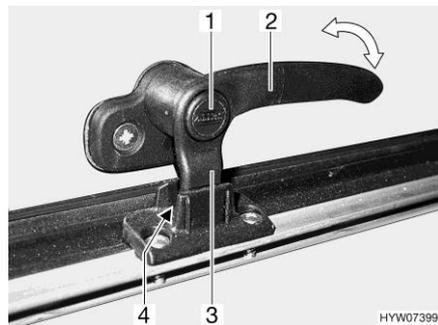
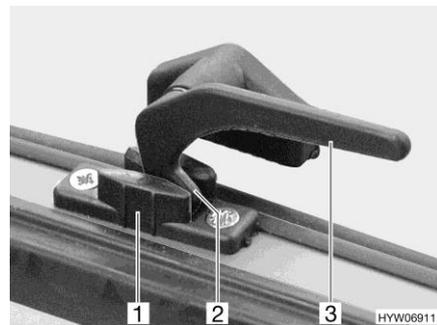

Fig. 121 Levier de verrouillage avec bouton de sécurité en position "Aération permanente"
Fig. 122 Levier de verrouillage en position "Aération permanente"
- En position "Aération permanente" (Fig. 121 et Fig. 122)
- S'il existe, appuyer sur le bouton de sécurité (Fig. 121,1) et le maintenir enfoncé.
- Tourner tous les leviers de verrouillage (Fig. 121,2 ou Fig. 122,3) d'un quart de tour vers le centre du lanterneau.
- Remettre tous les leviers de verrouillage en position initiale. Le tenon de verrouillage (Fig. 121,3 ou Fig. 122,2) doit pénétrer dans le logement du verrouillage du lanterneau (Fig. 121,4 ou Fig. 122,1).